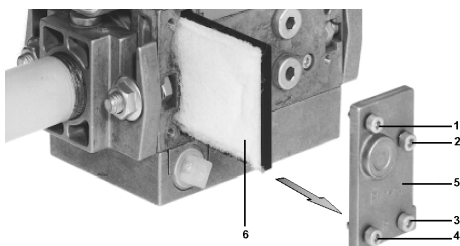

Рис. 28
- 2 Отвинтите винты 1 ÷ 4 шестигранным ключом № 3 и снимите крышку фильтра 5 на Рис. 28.